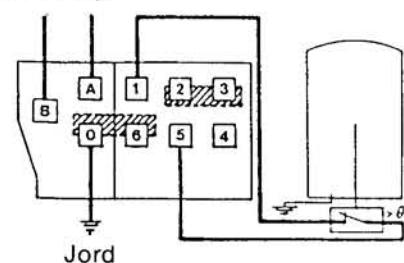

Fig. 18
- El-tilslutningen til el-tilslutningsdåsen på montéringsprofilet skal altid udføres af en aut. el-installatør og bør ske som vist på fig. 18 og bilag E.